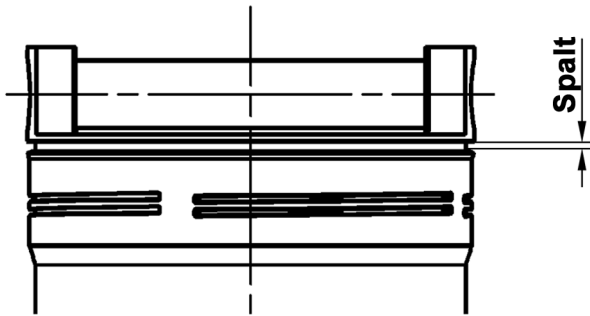

Abb.3: Spalt am Filterdeckel
- › Drehen Sie den Deckel von Hand bis zum Anschlag ein; ein Spalt zwischen Deckel und Gehäuse bleibt evtl. sichtbar (siehe Abbildung 3).